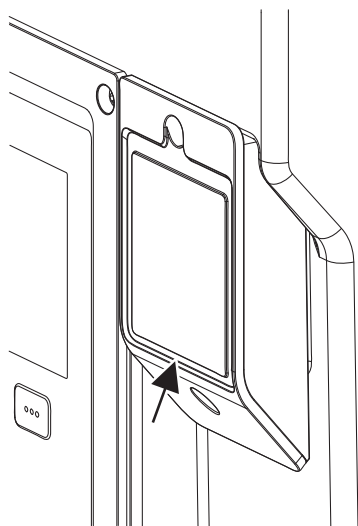

Fig. 28: Poklopac za Wilo-Smart Connect modul BT
1. Otpustiti zavrtnj Wilo-Smart Connect poklopcu modula (Fig. 28) i otvoriti poklopac.
Zbog konstrukcije, Wilo-Smart Connect Modul BT se može utaknuti samo u jednom smeru. Dodatno fiksiranje samog modula se ne vrši. Poklopac Wilo-Smart Connect modula (Fig. 28) na gornjem delu elektronskog modula čvrsto drži modul u interfejsu.